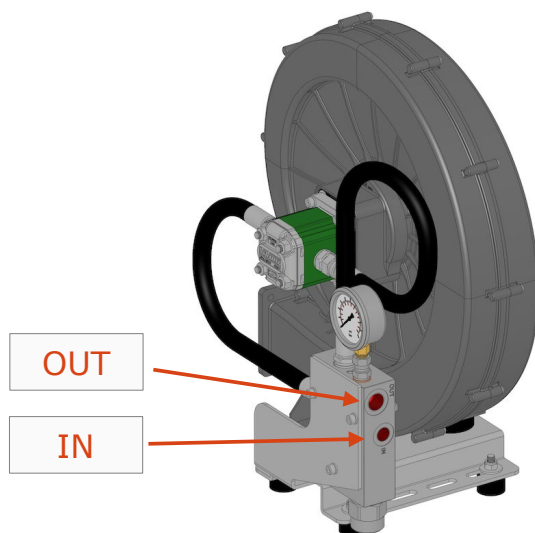

FIGURA 6
1. Collegare la bocca di mandata "IN" con filettatura 3/8" della valvola regolatrice di flusso alla al tubo di mandata (FIGURA 6);
2. Collegare la bocca di mandata "OUT" con filettatura 1/2" della valvola regolatrice di flusso alla al tubo di mandata (FIGURA 6).